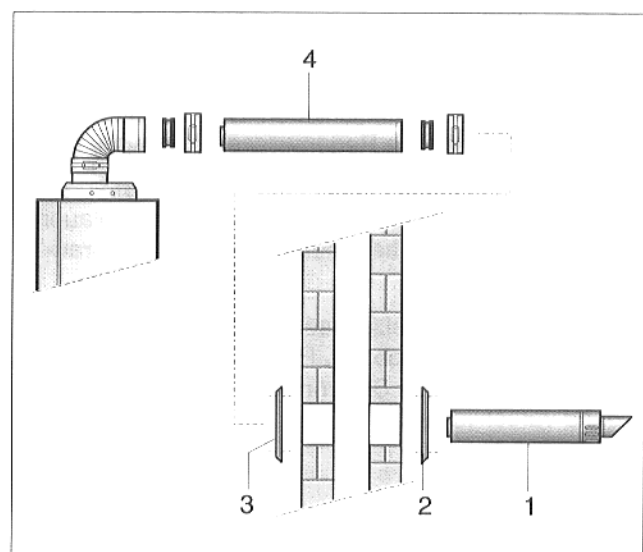

Abb. 14 Montage Mauerdurchführung
- Äußere Abdeckplatte (schwarz, Abb. 14, Pos. 2) an der Außenwand anschrauben und konzentrische, waagerechte Mauerdurchführung (Abb. 14, Pos. 1) bis Anschlag hindurchschieben. Die Luftzufuhr so ausrichten, daß kein Regenwasser eindringen kann.
- Innere Abdeckplatte (weiß, Abb. 14, Pos. 3) von innen über die konzentrische, waagerechte Mauerdurchführung schieben, ausrichten und anschrauben.
- Verbindung zum Heizkessel, eventuell mit konzentrischen Rohren (Abb. 14, Pos. 4), herstellen. Verbindungsstellen mit Silikonmanschette und Klemmband verschließen.